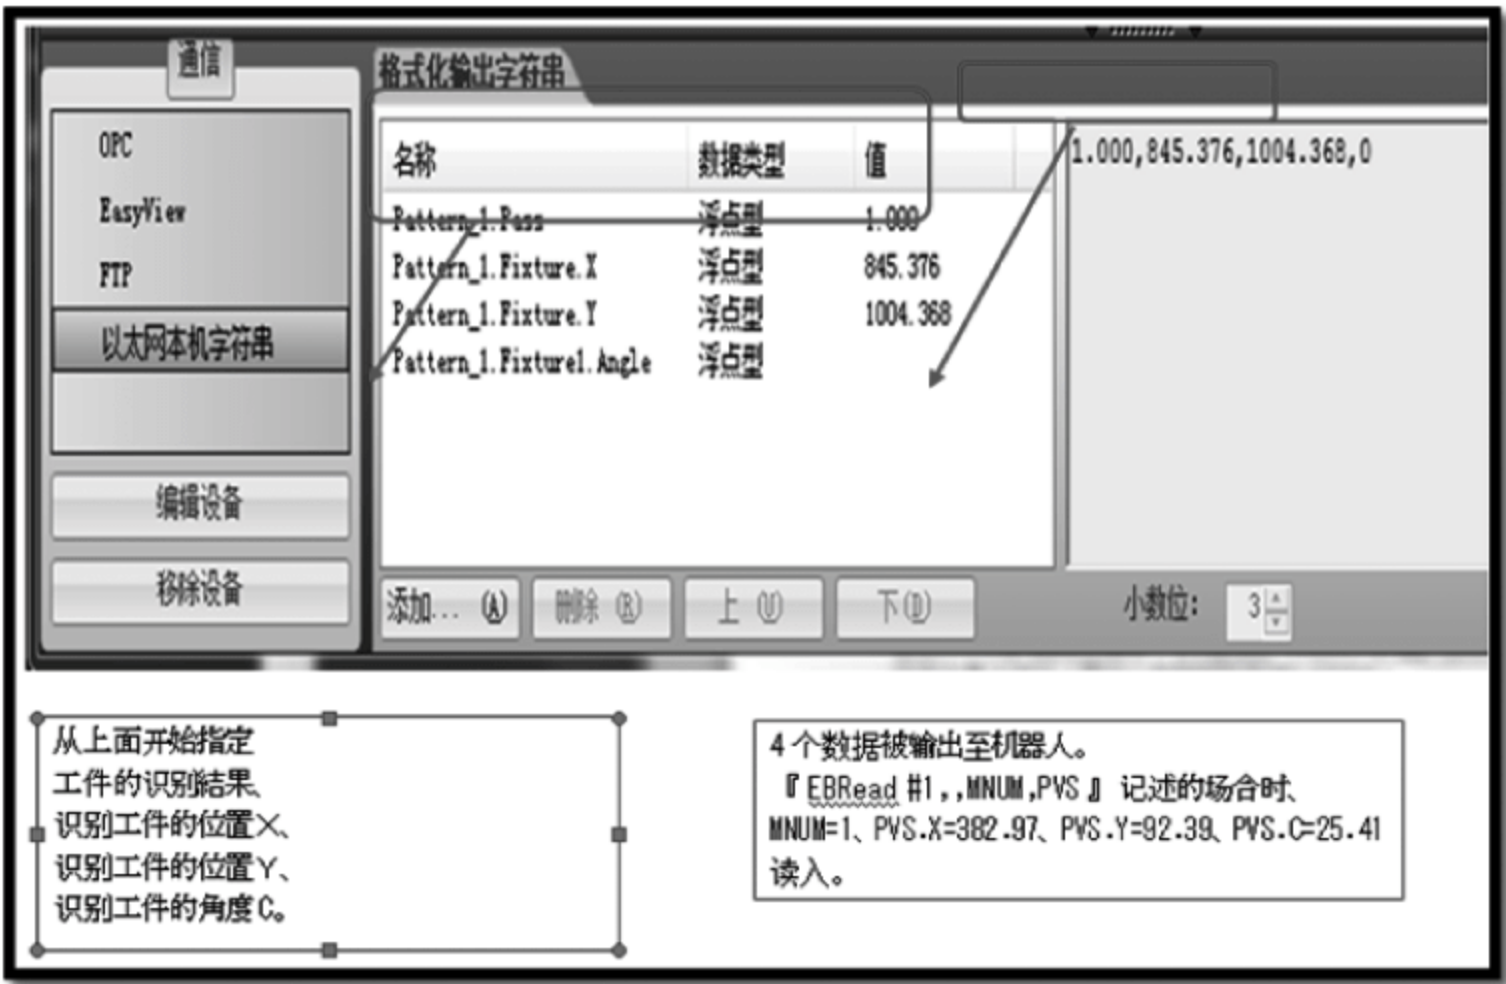

图 27-4 视觉程序信息
- (1) 使用示教单元打开程序,JOG 运行使十字线再次对焦,再次示教位置变量 PVSCHK。
- (2) 对焦完成后制作工件识别 Job 并保存。
- (3) 使视觉传感器在线,自动运行至停止。运行视觉程序并执行读取指令 EBREAD 后的数据如图 27-4 所示。